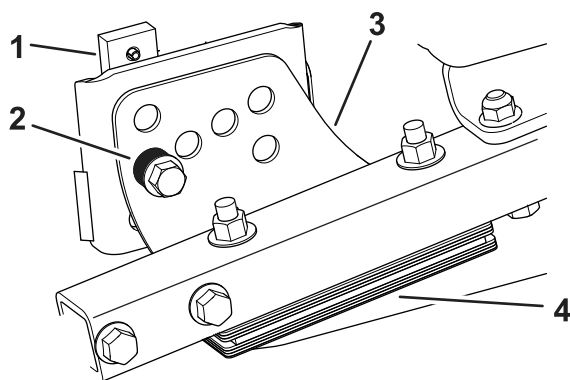

Figura 75
1. Retire o suporte da altura de corte (frente, esquerda ou direita) da estrutura da plataforma (Figura 75).
2. Ajuste os calços de 1,5 mm e/ou de 0,7 mm entre a estrutura da plataforma e o suporte para obter a definição de altura pretendida (Figura 75).